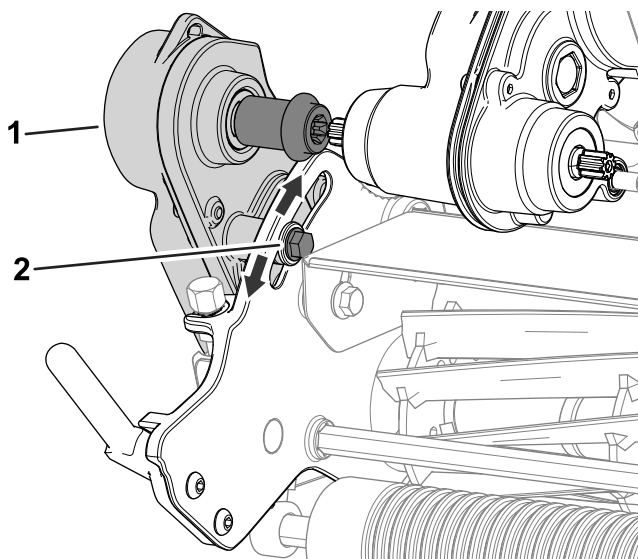

Рисунок 47
1. Ослабьте затяжку болта, показанного на Рисунок 47.